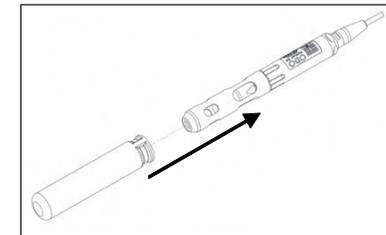

Figura 5
5. far scivolare il manicotto di calibrazione/conservazione sulla protezione della sonda per mantenere quest'ultima in un'atmosfera umida per la conservazione o la calibrazione (Figura 5). È importante mantenere sempre il sensore in un ambiente umido, in modo tale che il suo cappuccio non si asciughi (per ulteriori informazioni, vedere Assistenza, manutenzione e conservazione).